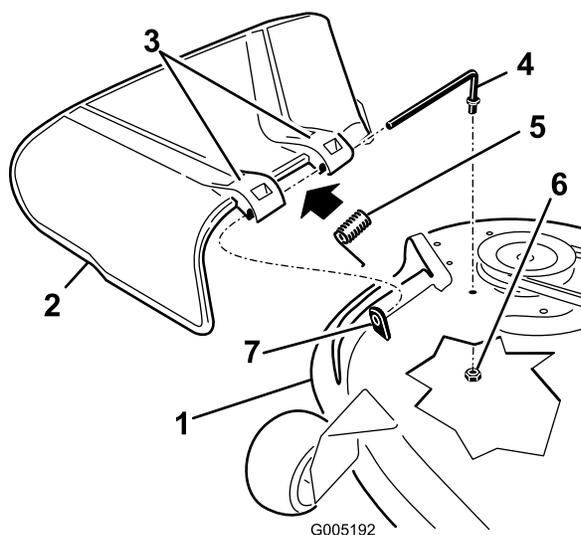

Figura 65
1. Remova a porca ($\frac{3}{8}$ pol.) da barra debaixo do cortador (Figura 65).
2. Faça deslizar a barra para fora da parte saliente curta, da mola e do defletor de relva (Figura 65).
4. Substitua o defletor de relva (Figura 65).
7. Faça deslizar a barra pelo segundo suporte do defletor de relva (Figura 65).
9. Fixe a extremidade traseira da barra ao cortador com uma porca ($\frac{3}{8}$ pol.), como se mostra na Figura 65.